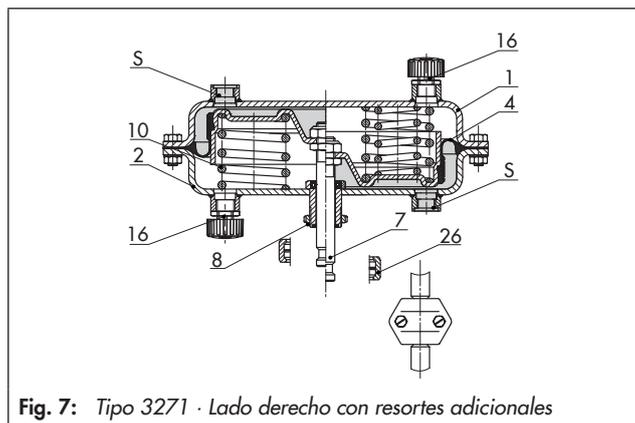
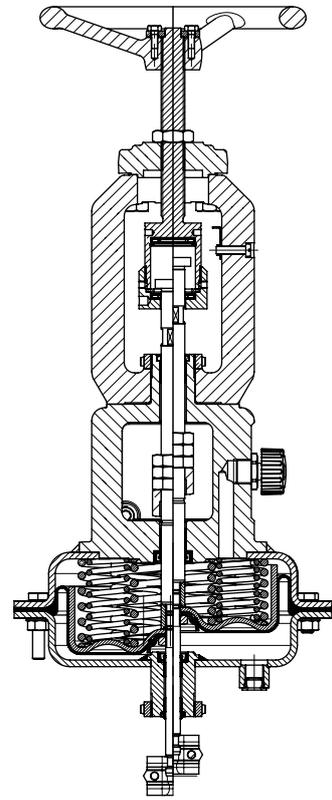

Fig. 7: Tipo 3271 · Lado derecho con resortes adicionales
Fig. 14: Tipo 3271 (175v2 cm²) · Ejecución combinada con volante manual y limitador de carrera por ambos lados
- **Tipo 3271 o Tipo 3277** · Ejecución combinada con **volante manual y limitador de carrera por ambos lados** (Fig. 14) para superficies de membrana 175v2 a 750v2 cm²
Leyenda para Fig. 7 a Fig. 14